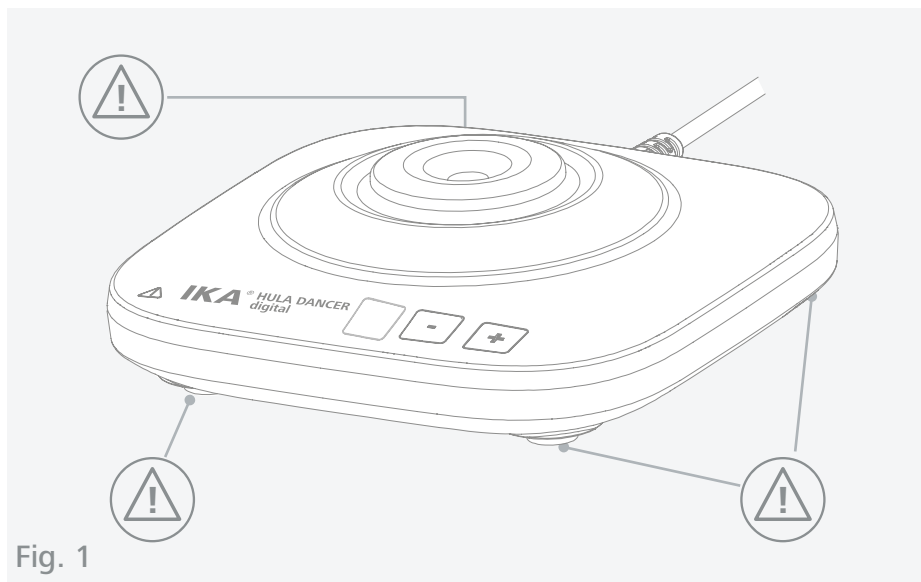

Fig. 1
- › Beachten Sie die unter Fig. 1 dargestellten Gefahrenstellen.